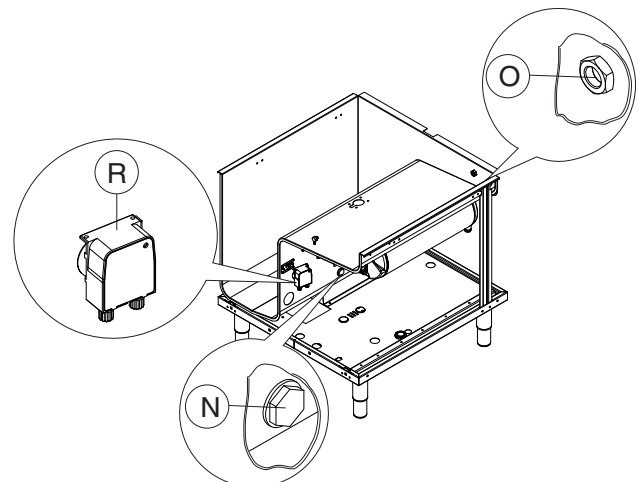

Figura 17 Preparación del dosificador automático
1. Aparato con bomba dosificadora de detergente integrada (Figura 17).
Conexiones del dosificador automático de detergente (Figura 17)